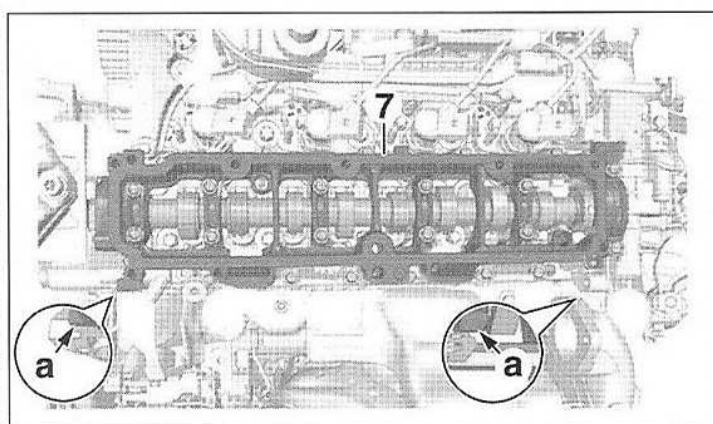

FIG.124
- Décoller le carter-paliers d'arbre à cames en prenant appui sur les zones (a) (Fig.124).
- Déposer le carter-paliers d'arbre à cames (7).